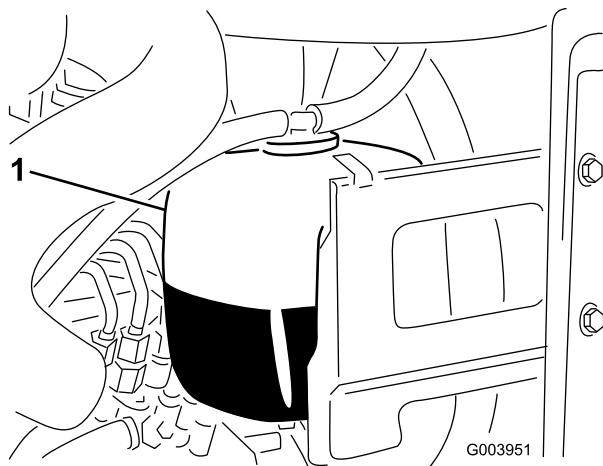

図 32
1. 液量の点検は補助タンクで行う(図 32)。タンク側面についている2本のマークの間にあれば適正である。